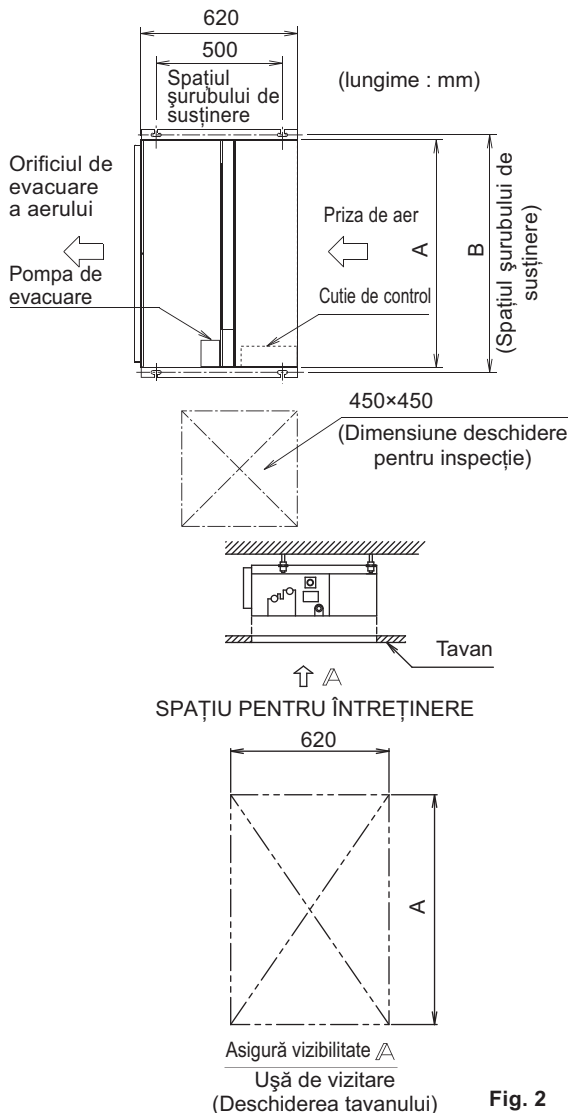

Fig. 2
### (1) Confirmați relația pozițiilor între unitate și șuruburile de susținere. (Consultați Fig. 2)